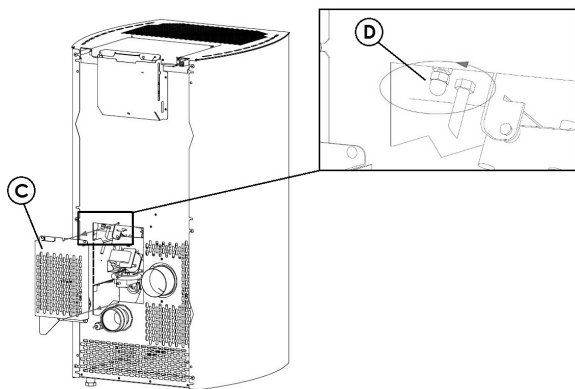

Fig. 75 - Usunięcie obudowy
- Usunąć obudowę kontrolną "C" po tylnej stronie pieca (patrz **Fig. 75**).